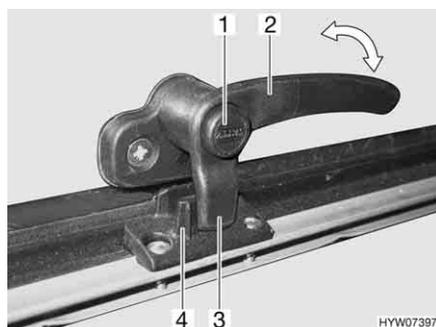
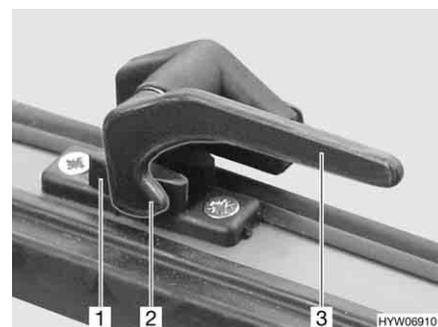

Fig. 86 Palanca de bloqueo con botón de seguridad en la posición de "cerrado"
Fig. 87 Palanca de bloqueo en la posición de "cerrado"
- Si existe, pulsar el botón de seguridad (Fig. 86,1) y mantenerlo pulsado.
- Girar toda la palanca de bloqueo (Fig. 86,2 ó Fig. 87,3) un cuarto de vuelta hacia el centro de la claraboya.
- Girar todas las palancas de bloqueo (Fig. 86,2 ó Fig. 87,3) un cuarto de vuelta hacia el marco. El saliente de bloqueo (Fig. 86,3 ó Fig. 87,2) se encuentra en la cara interior del bloqueo de la claraboya (Fig. 86,4 ó Fig. 87,1).
- En la posición "cerrada fijamente" (Fig. 86 y Fig. 87)